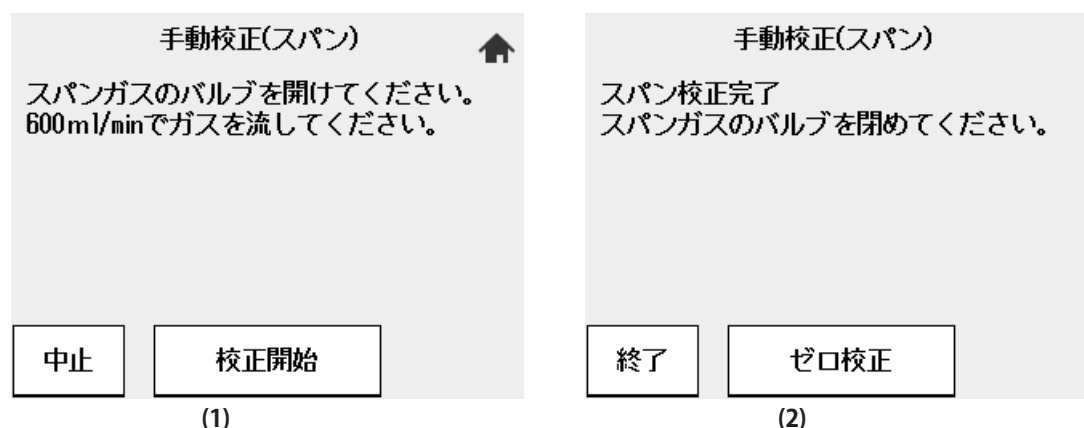

図8.31 スパンガスの手動校正
- (1) 校正実行中、変換器のメッセージ表示に図 8.31(1) の画面が表示されたら流量設定器のスパンガス流量設定バルブを開き、流量を 600 ± 60 mL/min に調整します。ロックナット付のバルブは、ロックナットを緩めたうえ、バルブシャフトを反時計方向にゆっくりと回してください。流量の確認は、校正ガス流量計で行います。測定ガス圧力が著しく高い場合には、以下の表の値± 10%に調整してください。
- (2) 流量を調整しタッチパネルから「校正開始」を選択します。トレンドグラフを見て測定値が安定したところで [Enter] キーを押します。図 8.31(2) の表示に変わります。スパンガス流量設定バルブを閉じ、スパンガス（空気）の流通を停止してください。なお、測定時にバルブが緩んでスパンガスがセンサ部に漏れ込むことのないよう、ロックナットは必ず締め付けておいてください。